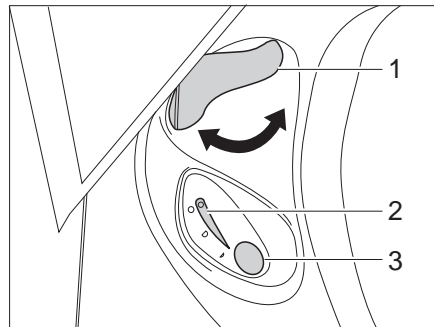

Fig. 256 Unidad de mando inodoro Thetford
- Antes del lavado, abrir la corredera del inodoro Thetford. Para ello, girar la palanca de corredera (Fig. 256,1) en sentido contrario a las agujas del reloj.
- Para lavar, pulsar el botón del inodoro azul (Fig. 256,3).
- Tras el lavado, cerrar la corredera. Para ello, girar la palanca de corredera (Fig. 256,1) en sentido de las agujas del reloj.
La luz de control (Fig. 256,2) se enciende cuando es necesario vaciar el cassette Thetford.
- Girar la palanca de corredera (Fig. 256,1) en sentido de las agujas del reloj. Se cierra la corredera. Para el vaciado debe estar cerrada la corredera en el inodoro Thetford.